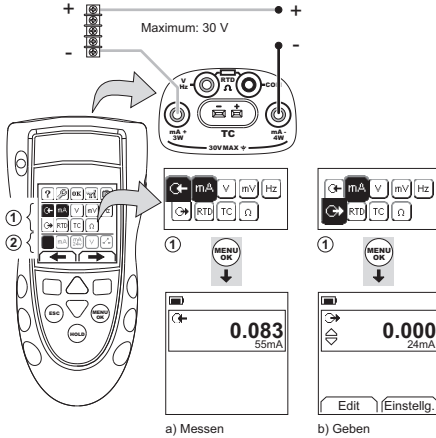
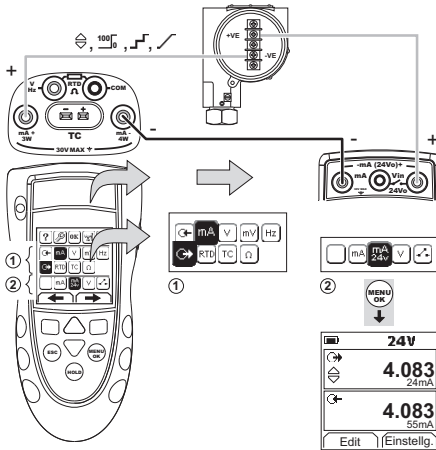
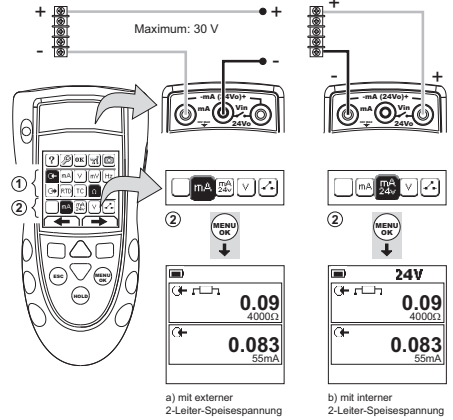

Abbildung 1: Beispielkonfiguration: Strom messen / geben mit externer 2-Leiter-Speisespannung (Bereich Ⓜ)
Abbildung 2: Beispielkonfiguration: Strom geben mit interner 2-Leiter-Speisespannung (Bereich Ⓜ)
Abbildung 3: Beispielkonfiguration: Strom messen (Dualfunktion, Bereich Ⓜ)
1. Schließen Sie das Gerät an (Abbildung 1, Abbildung 2 oder Abbildung 3) und ändern Sie ggf. die Option Konfig. (Tabelle 1).